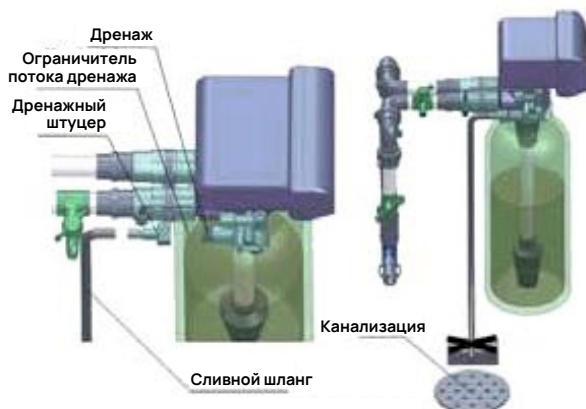

Рисунок 1-4
5. Монтаж дренажной линии (см. рис. 1-4).
- Убедитесь в том, что сливной шланг не присоединен к канализационному коллектору и оставьте некоторое пространство между ними для избегания попадания сточных вод в фильтр обратным ходом (см. рис. 1-4).